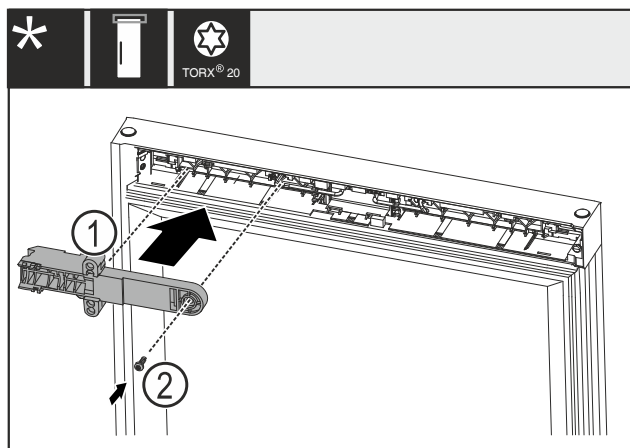

Fig. 23
- Ruotare il componente di tenuta della serratura Fig. 23 (1) di 180° e montarlo sul lato opposto.
- Fissare il componente di tenuta della serratura Fig. 23 (1) con una vite Fig. 23 (2).